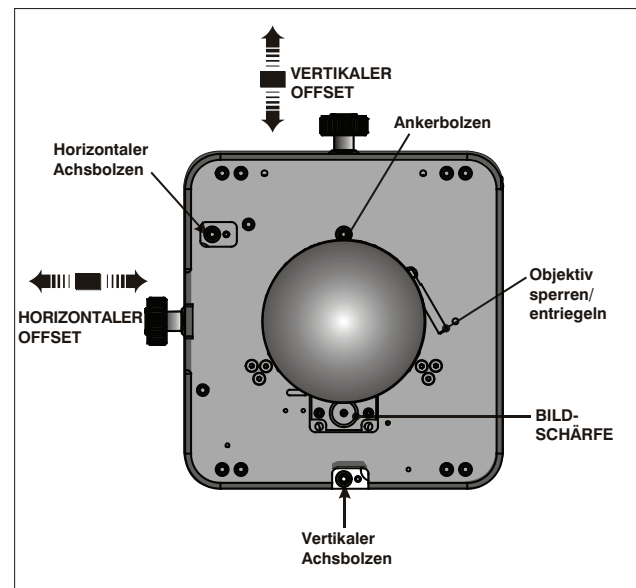

Abbildung 2-22 Standardobjektivhalterung
1. Stellen Sie mithilfe des Bildfeldtestmusters den horizontalen und vertikalen **Offset** ein, um ein quadratisches Bild mit minimalen Projektionsfehlern anzuzeigen. (**Abbildung 2-22**) **HINWEISE: 1)** Für eine optimale optische Leistung sollten Verzerrungsfehler eher durch Verwenden des Offset als durch Zielen auf die Bildmitte bei einer nicht achsenzentrierten Installation minimiert werden. **2)** Vermeiden Sie extreme Neigungen oder Offsets. Randlichtabfall bei einem weißen Testbild zeigt einen extremen Offset an, der durch mechanische Bildausrichtung zu beheben ist.